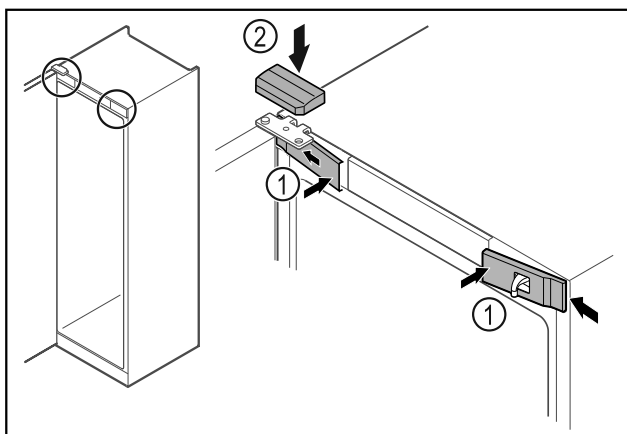

Fig. 50
- Přední kryty Fig. 50 (1) bočně zahákněte a zaklapněte.
- Horní kryt Fig. 50 (2) shora zaklapněte.